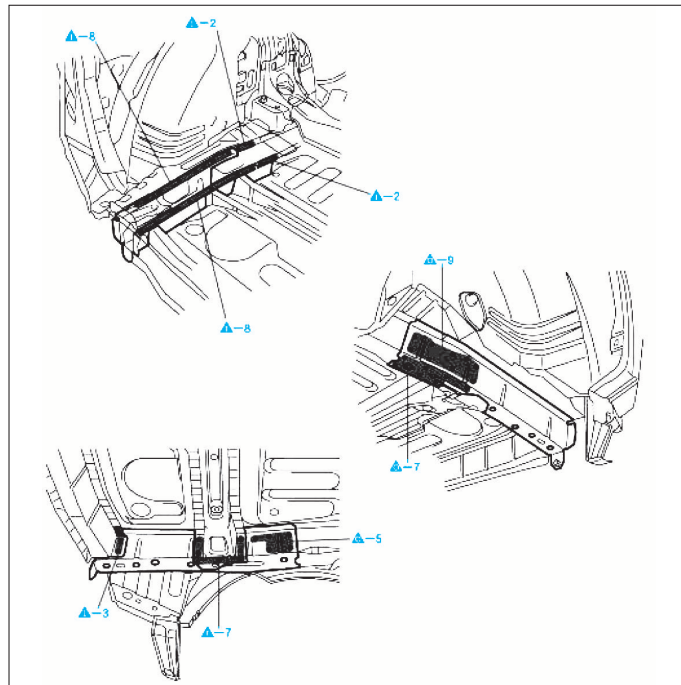

FIG. 39
- Dépointer aux endroits indiqués (Fig.39).